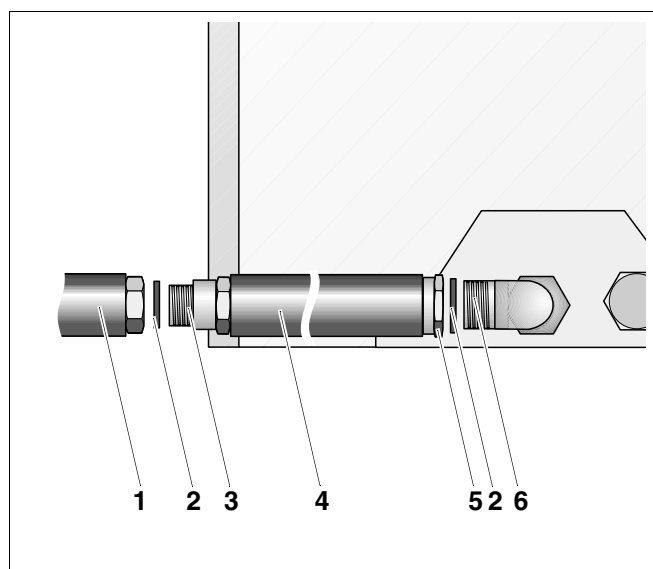

Abb. 3 Langes Verlängerungsstück am Rücklauf des Warmwasserspeichers montieren
- Flachdichtung (Abb. 3, **Pos. 2**) in die Überwurfmutter des langen Verlängerungsstückes (Abb. 3, **Pos. 5**) einlegen.
- Überwurfmutter (Abb. 3, **Pos. 5**) auf das Gewinde des Anschlusswinkels (Abb. 3, **Pos. 6**) handfest schrauben.
- Flachdichtung (Abb. 3, **Pos. 2**) auf das Gewinde des langen Verlängerungsstückes (Abb. 3, **Pos. 4**) schieben.
- Gewinde des langen Verlängerungsstückes (Abb. 3, **Pos. 3**) in das Gewinde der Kessel-Speicher-Verbindungsleitung (RS – Abb. 3, **Pos. 1**) eindrehen.